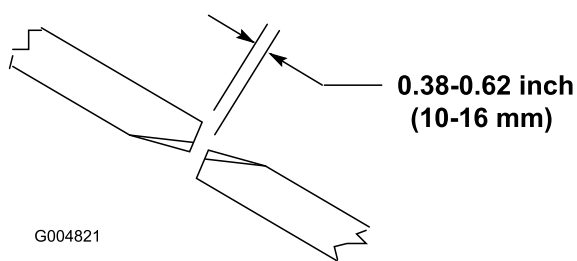

Figure 24
Pour que le plateau de coupe fonctionne correctement, les pointes des lames des plateaux latéraux et du plateau central doivent être espacées de 10 à 16 mm (0,38 à 0,62") (Figure 24).
2. Tournez une lame centrale et une lame latérale adjacente pour aligner les pointes des lames. Mesurez la distance entre les pointes des lames ; elle doit être d'environ 10 à 16 mm (0,38 à 0,62") (Figure 24).